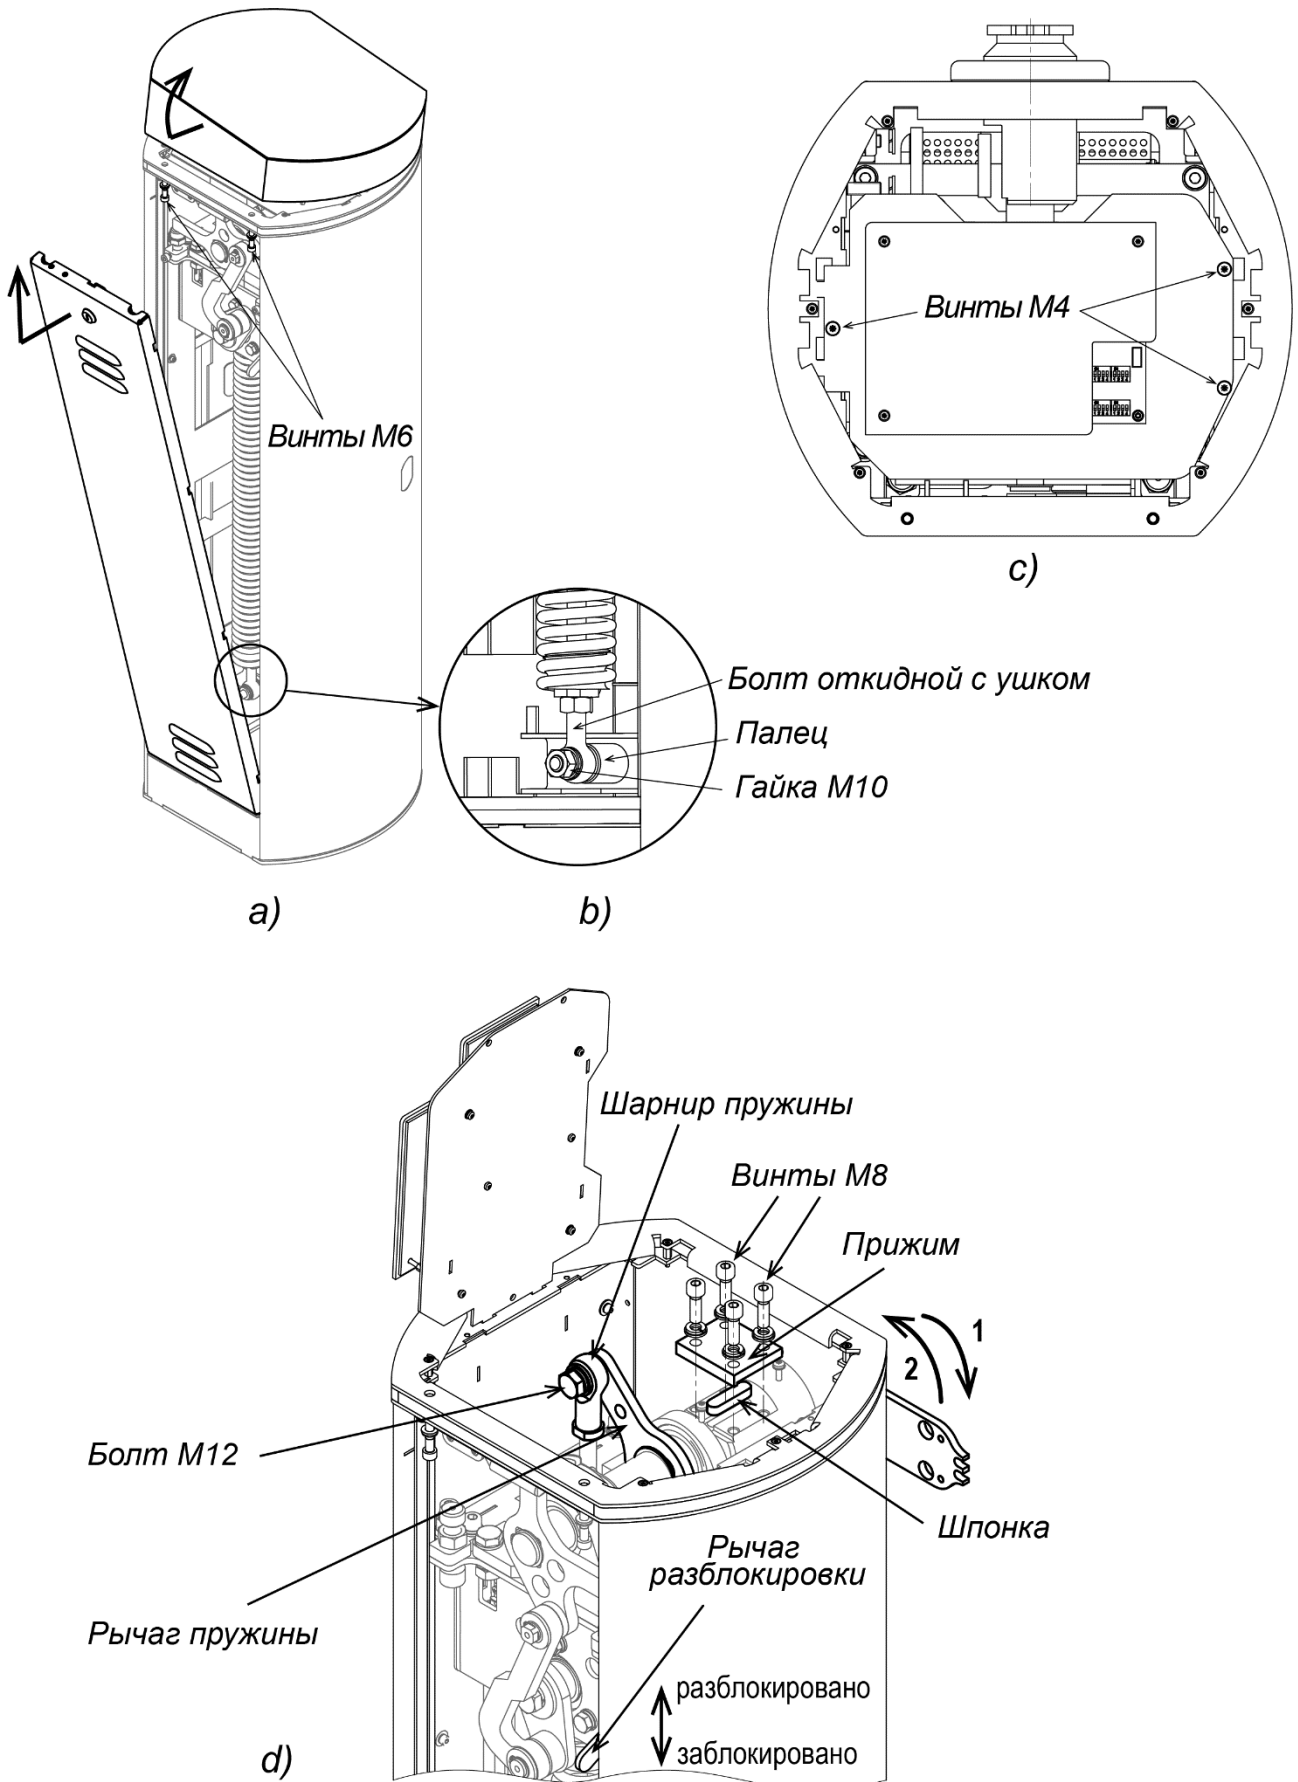

Рисунок 11. Порядок переустановки стрелы шлагбаума
1. Снимите дверцу, предварительно повернув ключ замка и открутите два винта М6, которые находятся снизу на верхней грани проема дверцы. Аккуратно, чтобы не повредить установленный внутри блок управления, снимите крышку, сдвинув ее за передний край на себя и затем подняв его вверх (см. рис. 11а).
4. Открутите три винта М4 и поверните пластину с блоком управления на 90 градусов вверх (см. рис. 11с).